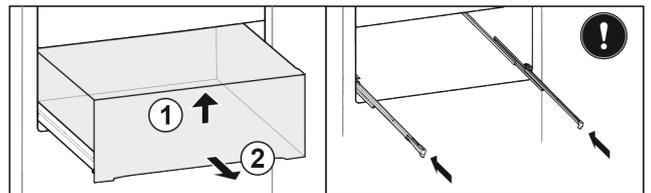

Fig. 27*
- Soulever la partie avant du tiroir Fig. 27 (1).*
- Sortir le tiroir par l'avant Fig. 27 (2).*